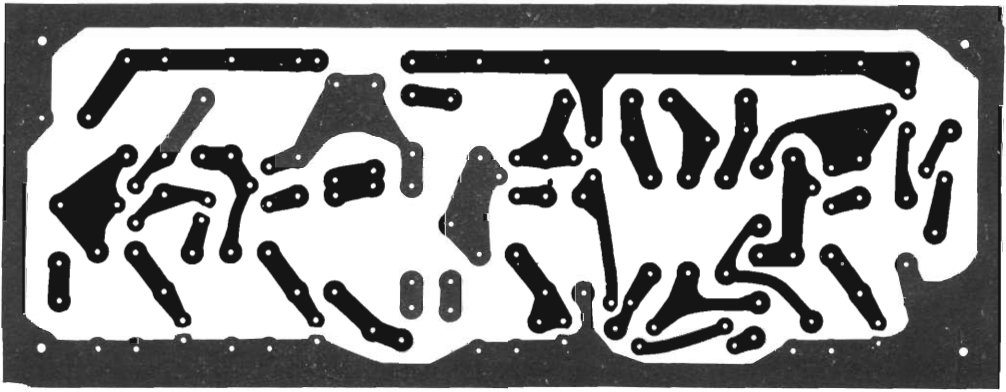

Fig. 2 - Circuito stampato in grandezza naturale per il preamplificatore; per lo stereo ne occorrono due.
**Costruzione** - Per un sistema stereo, sono necessari due preamplificatori, montati su circuiti stampati il cui disegno in grandezza naturale è illustrato nella fig. 2. Realizzati i circuiti stampati, si montano in essi i componenti come indicato nella fig. 3, facendo attenzione a rispettare le polarità dei condensatori elettrolitici e l'orientamento dei semiconduttori, identificati dalle parti piane. Dopo aver completati i circuiti stampati, occorre preparare il telaio.